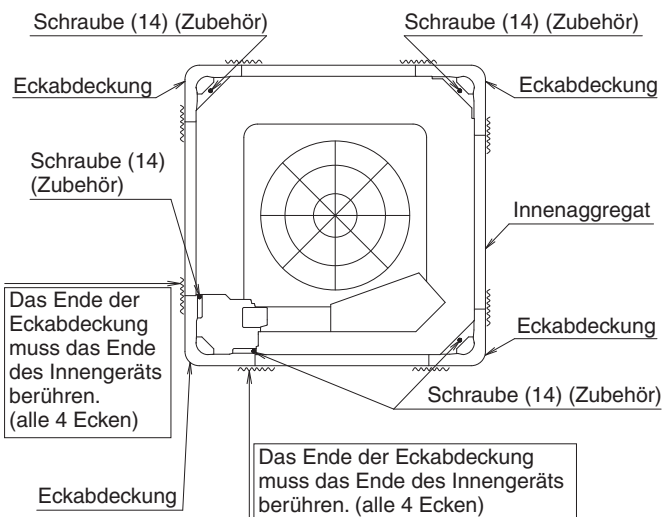

Abb. 46
- Bringen Sie die Eckabdeckung am Innengerät an. Befestigen Sie die Eckabdeckung anschließend mit den beiliegenden Schrauben (14). Drücken Sie dabei so auf die Eckabdeckung, dass sich das Ende der Eckabdeckung und das Ende des Innengeräts berühren. (Siehe **Abb. 46**)